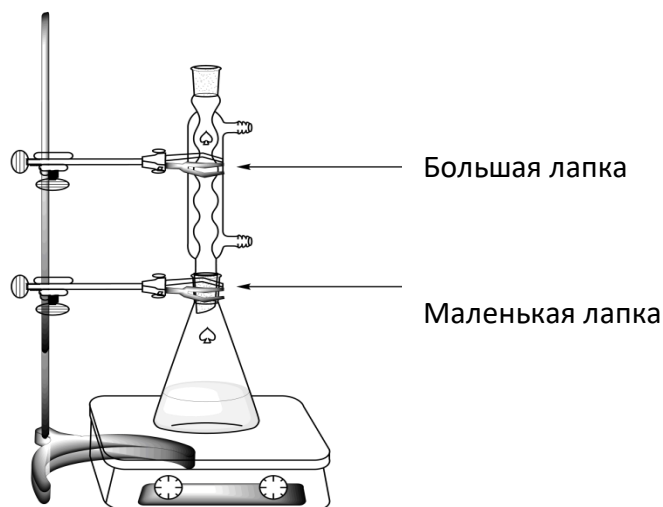

Рисунок 1. Установка для кипячения реакционной смеси с обратным холодильником.
2. **Проведите** перекристаллизацию неочищенного продукта, находящегося в шлифованной конической колбе объемом 50 мл, используя минимально необходимое количество этой водно-этанольной смеси и установку использованную для синтеза как на рис. 1. **Поднимите** вашу карточку HELP. Лаборант подойдет для того, чтобы включить воду и настроить мешалку. При необходимости, добавляйте водно-этанольную смесь порциями через верх холодильника.